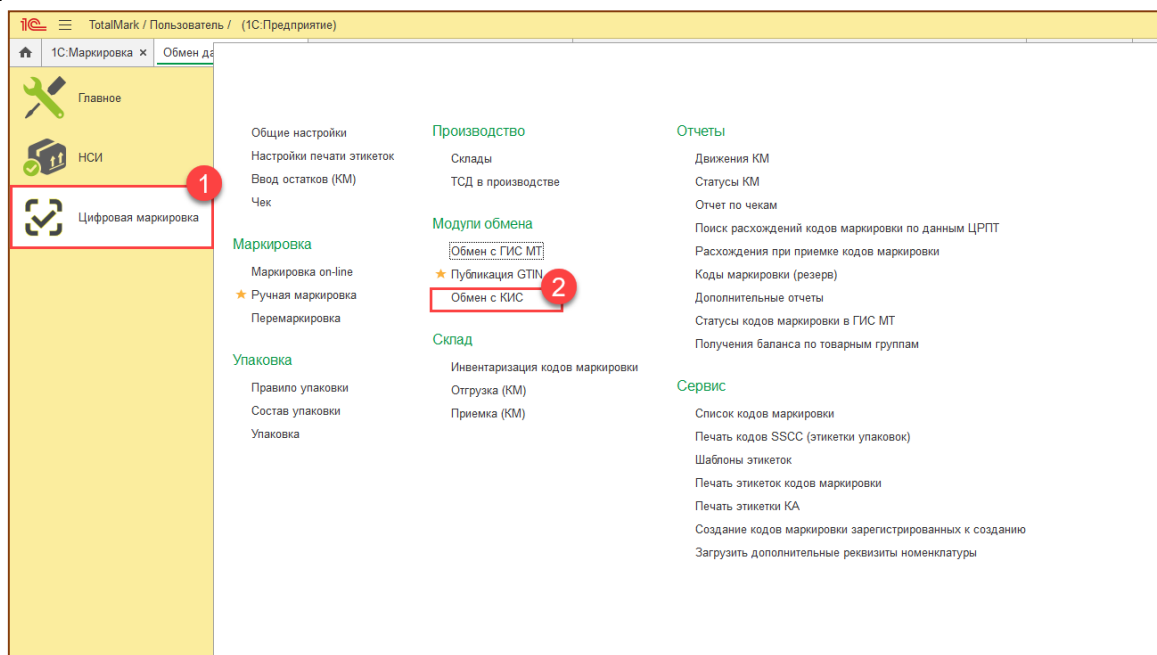

Рис. 8-10 - Работа с Заказом на отгрузку в 1С: Total Mark
- В 1С: TotalMark отобразится Заказ на отгрузку в разделе «Обмен с КИС» (Рис. 8-10).